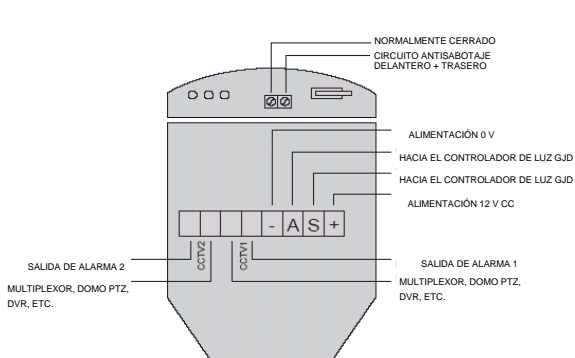

fig. 7
3) Introduzca el cable de alarma estándar de 12 hilos en la entrada prevista; desaisle los cables y conéctelos al bloque de terminales extraíble, como se muestra en la fig. 7. Atornille la unidad a la pared asegurando que el pasador antisabotaje está colocado correctamente y que el microinterruptor antisabotaje está cerrado. **Véanse las fig. 4 y 5.** Para facilitar la instalación se suministran dos pies antisabotaje de reserva. Uno de ellos mide 1 mm de longitud y el otro 2 mm más que el pie antisabotaje ajustado originariamente. El pie antisabotaje encaja apretándolo y se puede extraer tirándolo con cuidado del pasador. **Véase la fig. 2.**